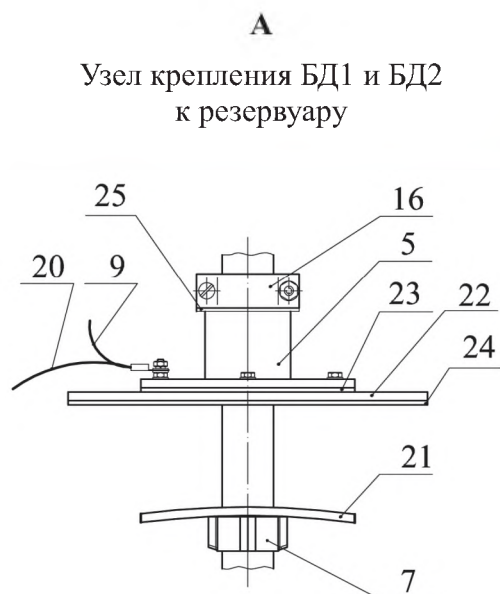

Рисунок 12 - ППП для АПЖ с датчиками уровня, температуры, плотности (погружные) с установкой на два фланца
- ППП для измерения уровня, температуры и плотности (погружные плотномеры) с установкой на два фланца, с высотой вслива до 18000 мм (рис. 12).